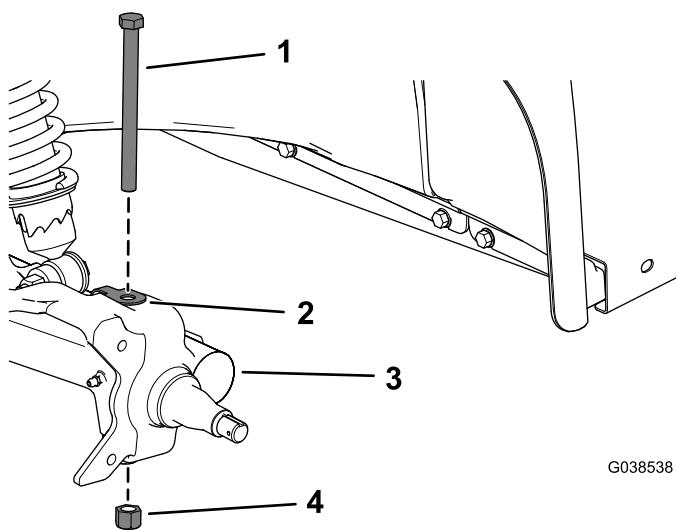

Figura 9
- Retire el perno de cabeza hexagonal ($\frac{1}{2}$ " x 6"), el clip y la contratuerca ($\frac{1}{2}$ ") del brazo de mando, y retire la mangueta (Figura 9).
- Instale la mangueta en el brazo de mando con el perno de cabeza hexagonal ($\frac{1}{2}$ " x 6"), el clip y la contratuerca ($\frac{1}{2}$ "), como se muestra en Figura 9.